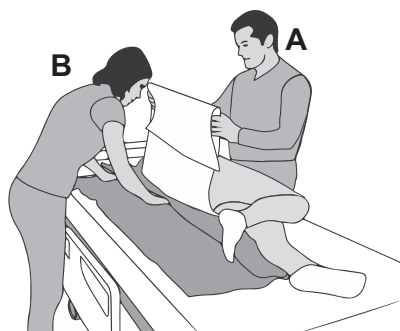

Figura 7
6. (Assistente B) Collocare il telino ad alto scorrimento sotto il paziente, tra la traversa e la superficie. (**Vedere Figura 7**) Nel caso di un telino ad alto scorrimento corto, collocarlo sotto la parte del corpo che viene spostata.